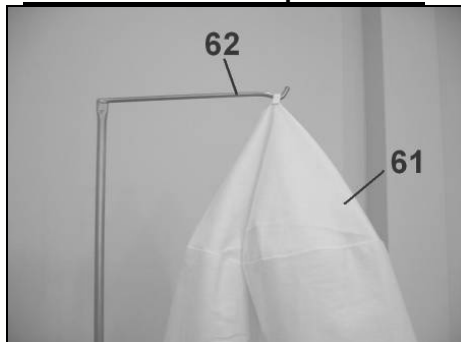

Fig 28
- Suspendez le sac de filtration (61) au crochet du support (62) (Fig 28).